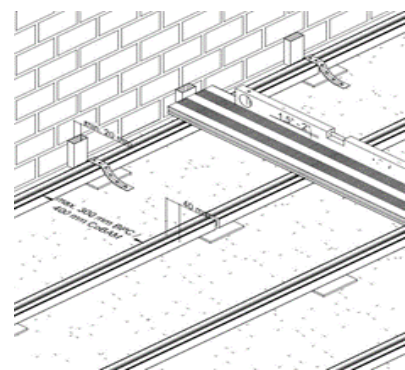

Abb. 3.2.
- ◇ Unter jedem Auflagepunkt Metallwinkel montieren (Abb. 3.2)